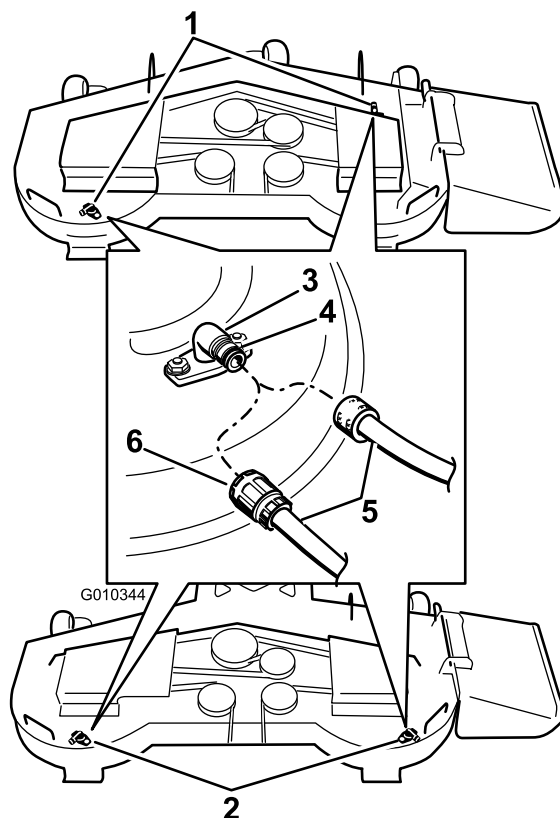

Figura 78
3. Conecte el acoplamiento de la manguera al extremo del conector de lavado del cortacésped, y abra el grifo al máximo (Figura 78).